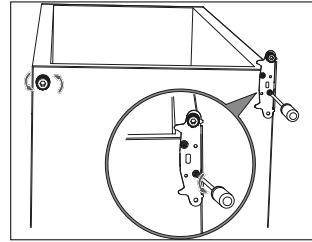

Abb. 7
- ▶ Lösen Sie die beiden Halterungsschrauben des unteren Scharniers (5) und entfernen Sie es (siehe **Abb. 7**). Verwenden Sie einen 8er-Schraubenschlüssel oder einen Kreuzschlitz-Schraubendreher.